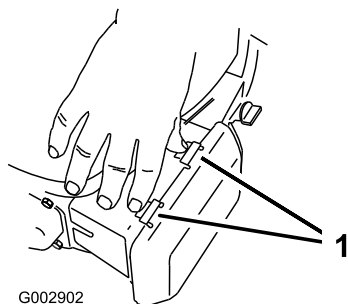

Figure 31
1. Appuyez sur les languettes de verrouillage en haut du couvercle du filtre à air (Figure 31).